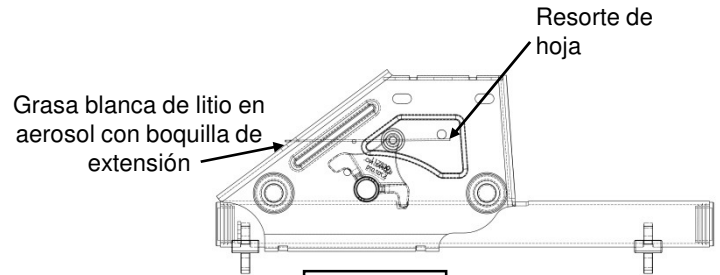

Figura 7
2. Antes de instalar el deslizador de quinta rueda REESE™, el resorte de hoja debe engrasarse con grasa blanca de litio o equivalente (ver Figura 7). Para mejores resultados, use grasa blanca de litio en aerosol con una extensión de boquilla para rociar. ¡Verifique que cubre la parte inferior total del resorte! Repita la aplicación mensualmente durante el uso.